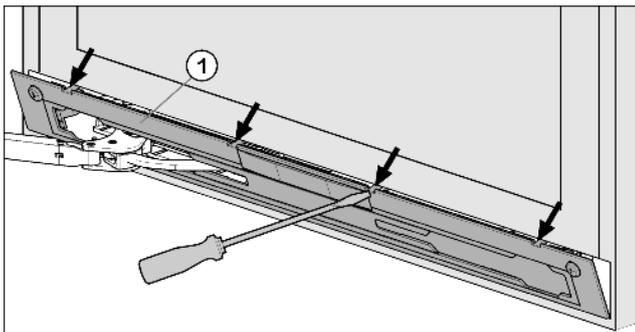

Fig. 8
- ▶ Blende Fig. 8 (1) mit Schlitzschraubendreher ausrasten und abnehmen.